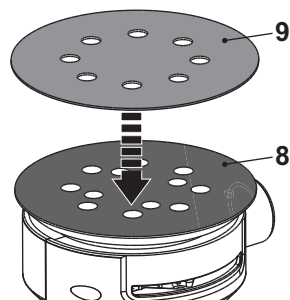

Fig. 1
- > Alignez les perforations de la nouvelle feuille de papier de verre (9) avec les trous du plateau-support (8) afin que l'extraction de poussière soit efficace, dans la mesure où vous utilisez un dispositif d'extraction de poussière.
- > Avec le système autoagrippant, il suffit d'appliquer le papier de verre sur le plateau-support pour le fixer. (Fig. 1).